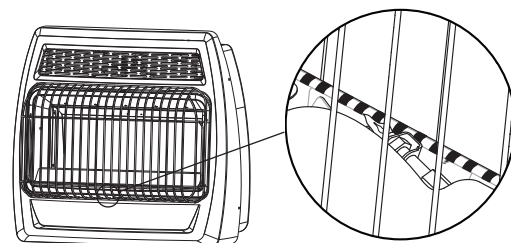

Fig. 24 - Ubicación de la llama del piloto
6. Con la perilla de control oprimida, presione el encendedor hasta que el piloto se encienda. El piloto es visible centrado debajo del quemador principal, detrás de la parrilla delantera. (Ver Fig. 24)
7. Mantenga oprimida la perilla de control durante (30) segundos después de que el piloto encienda. Suelte la perilla de control.